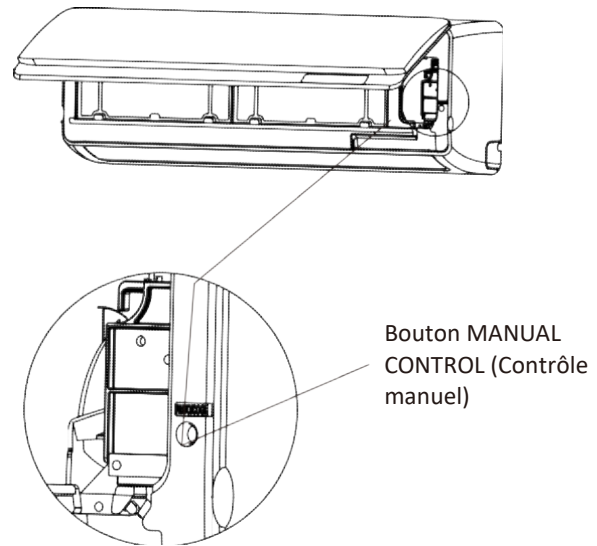

Fig. 8.1
2. Le bouton **MANUAL CONTROL** (Contrôle manuel) se trouve sur le côté droit du module. Appuyez dessus 2 fois pour sélectionner le mode COOL (Froid). Voir **Fig 8.1** .